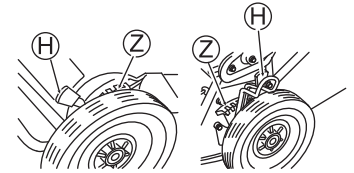

Fig. 22
2. Poussez le levier de réglage de la hauteur de coupe (H) vers le côté de la roue, afin de le séparer des dentsures (Z). (Voir Figs. 22 et 23)